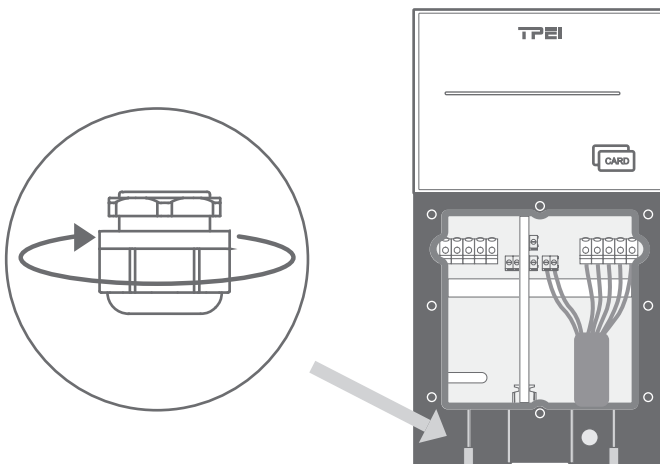

Abb. 5-12
3. Entfernen Sie die Stopfbuchse unten rechts am Ladegerät. Bei Bedarf können Sie einen großen Schraubenschlüssel verwenden. (Siehe Abb. 5-12)